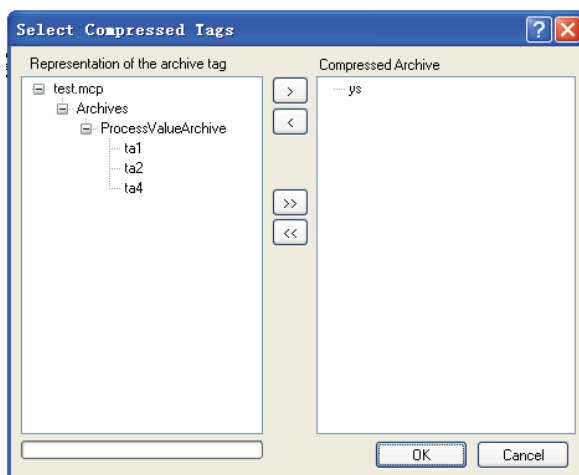

图 7-20 “Select Compressed Tags”对话框
1) 在变量记录数据窗口中选择要添加压缩变量的压缩归档，用鼠标右键单击选择的压缩归档，在弹出的菜单中选择“Selection Tag”选项，打开“Select Compressed Tags”对话框，如图 7-20 所示。